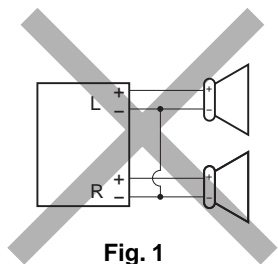
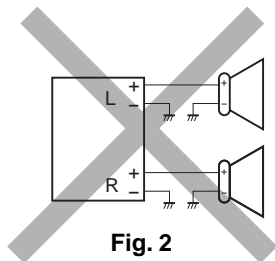
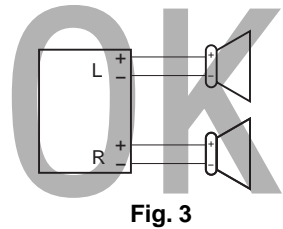

Fig. 1
Fig. 2
Fig. 3
- Als de bedrading van de speakers eruitziet zoals hieronder staat afgebeeld in Fig. 1 en Fig. 2, mag het apparaat NIET worden aangesloten met behulp van deze oorspronkelijke speakerbedrading. Als u dat wel doet, zal het apparaat ernstige schade oplopen. Pas de bedrading van de speakers aan, zodat u het apparaat met de speakers kunt verbinden, zoals staat afgebeeld in Fig. 3.
- Als de bedrading van de speakers eruitziet zoals staat afgebeeld in Fig. 3, kunt u het apparaat aansluiten met behulp van de oorspronkelijke speakerbedrading in uw auto.
- Si el conexionado de altavoz de su automóvil es como se indica en las Fig. 1 y 2 de abajo, NO conecte la unidad utilizando ese conexionado de altavoz original. Si lo hace, se producirán daños graves en la unidad. Vuelva a efectuar el conexionado de altavoz de manera que pueda conectar la unidad a los altavoces de la manera indicada en la Fig. 3.
- Si el conexionado de altavoz de su automóvil es como se indica en la Fig. 3, podrá conectar la unidad utilizando el conexionado de altavoz original de su automóvil.
- Se il cablaggio per le casse sulla vettura risulta come illustrato nelle Fig. 1 e 2 qui sotto, NON collegare l'apparecchio usando il cablaggio originale, perché si danneggia seriamente l'apparecchio. Rifare il cablaggio delle casse in modo di poter collegare l'apparecchio alle casse come illustrato nella Fig. 3.
- Se il cablaggio delle casse sulla vettura risulta come illustrato in Fig. 3, si può collegare l'apparecchio usando il cablaggio per casse originale presente in vettura.